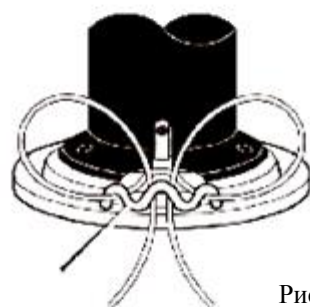

Рис. 2
4. Потяните корд вперед, согните концы и просуньте оба конца в среднюю проушину изнутри наружу (Рис.2).